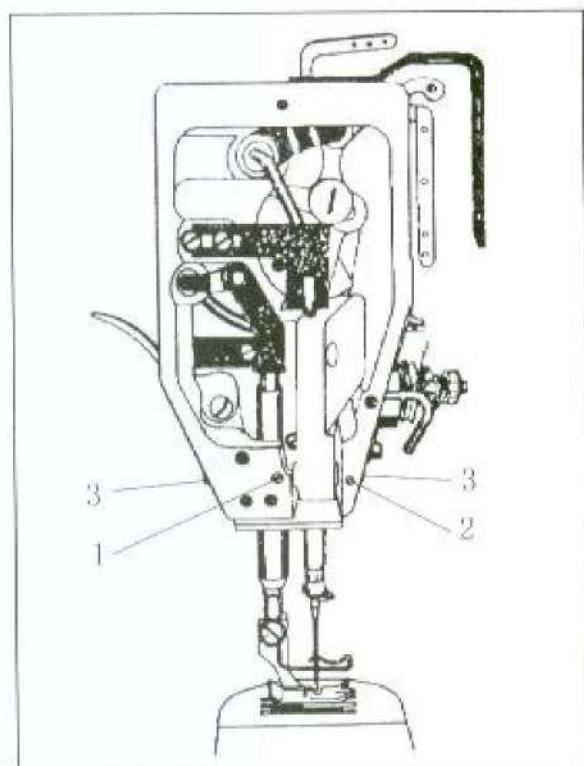

图18
1) 机针在针板槽纵向中心位置的调整（图18）：将面板的两个螺钉拧出，拧松紧定螺钉（1）和（2）并慢慢调节机臂前后侧的针杆摆动架导向螺钉（3）的位置，以至能将机针在纵向调至针板槽的中心位置，然后拧紧紧定螺钉（1）和（2）并将面板安装好。